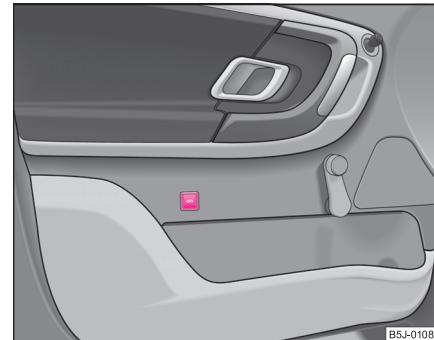

Abb. 28 Taste der Innenraumüberwachung
- Drücken Sie die Taste  an der Fahrertür ⇒ Seite 51, Abb. 28.